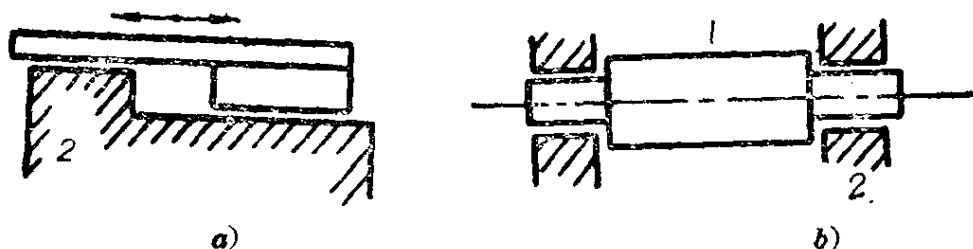

图 2-1
1) 如果两构件在几处接触而构成移动副,且在各接触处两构件相对运动的方向是一致的(图 2-1, a), 或者两构件在几处配合